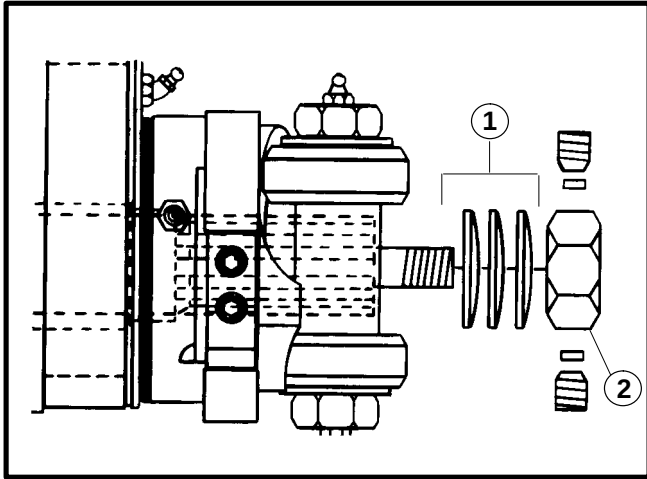

Figura 32
6. Instale las tres (3) arandelas del resorte (con el lado convexo dándole la cara a la tuerca ajustadora) en el eje. Vea la Figura 32.